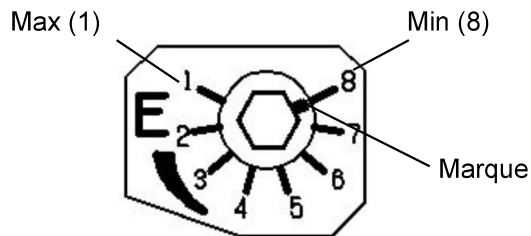

Fig.8 Valve d'ajustement de la résistance à l'extension
Comme illustré Fig.8, il y a 8 graduations autour de la valve, numérotées du 1 à 8. La valeur (1) correspond à une résistance maximum, la valeur (8), au minimum.